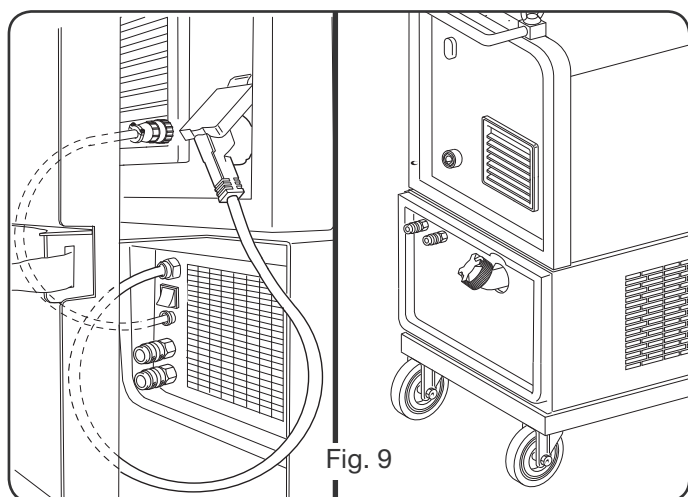

Fig. 9
3.5 MONTAGEM DO GRUPO DE ARREFECIMENTO (Fig. 9)